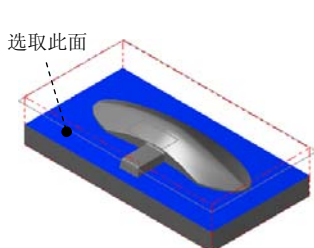

图 9.23 设置加工面
(1) 选取加工面。在图形区中选取图 9.23 所示的面，然后按 Enter 键，系统弹出“刀具路径的曲面选取”对话框。